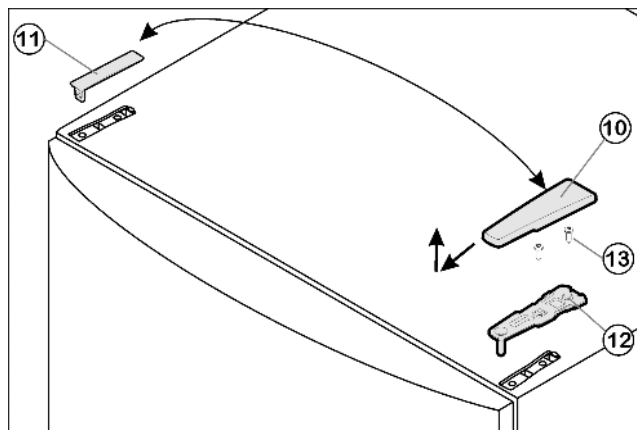

Fig. 8
- ▶ Afdekking *Fig. 8 (10)* naar voren en boven wegtrekken.
- ▶ Afdekking *Fig. 8 (11)* eraf nemen.
- ▶ Bovenste lagerbus *Fig. 8 (12)* losschroeven (2 maal Torx® 25) *Fig. 8 (13)* en naar boven eraf trekken.